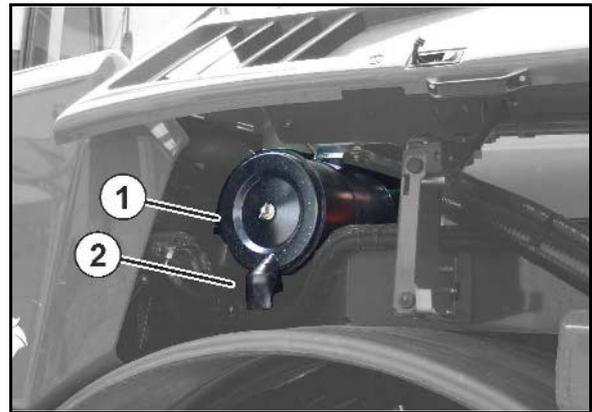

Fig. 166
1. Flügelmutter der Filterhaube (Fig. 166/1) lösen.
2. Filterhaube abnehmen und Filteraußenelement (Fig. 166/2) herausziehen.
6. jährlich, Filterinnenelement (Fig. 166/3) erneuern (niemals reinigen).
- o Sechskantmutter (Fig. 166/4) lösen und Filterinnenelement herausziehen.